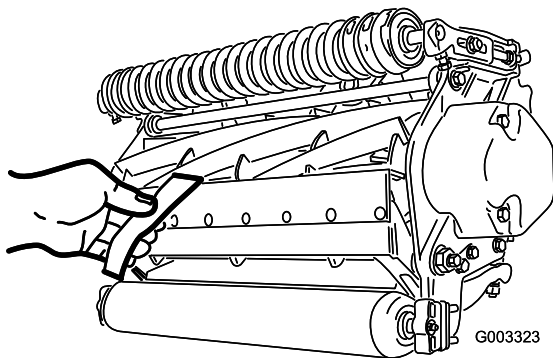

图9
3. 在滚刀的一端，将一条报纸插入滚刀与底刀之间（图9）。在从前面插入报纸并与底刀保持平时，缓慢地向前旋转滚刀，同时顺时针旋转底刀架调整螺丝（图8）（在滚刀的同端，一次转动一格），直到报纸轻轻压紧。拉动报纸时会注意到有轻微的阻力。
5. 完成调节后，检查从前面插入报纸时，滚刀是否能压紧报纸，以及在与底刀垂直插入时是否会切割报纸（图9）。当底刀与滚刀刀片之间达到最小接触时，可能会切开报纸。如果明显感受到过大的接触/滚刀阻力，则有必要对滚刀组进行倒磨或再研磨，确保精确剪草所需的锋利刀刃（请参阅 Toro 手册，了解滚刀磨刀和旋刀剪草机（手册号 80-300PT））。